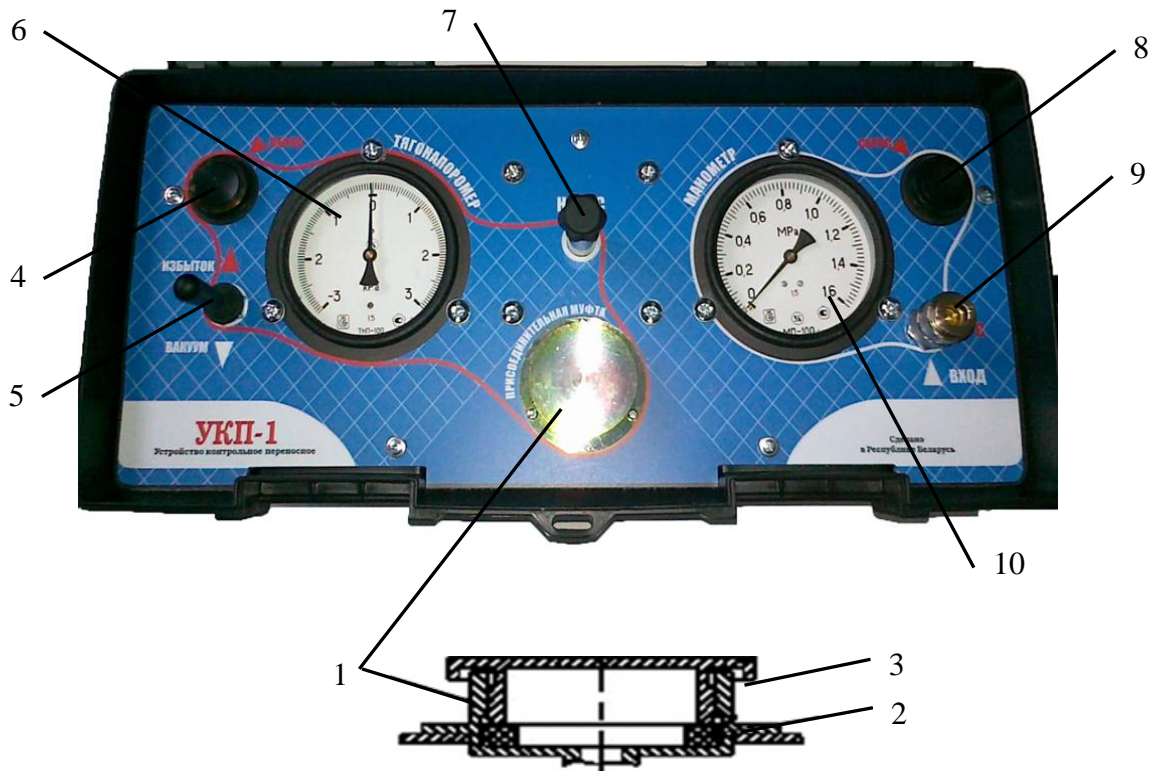

Рис. 2. Панель управления контрольно-измерительного блока.
В корпусе размещен контрольно-измерительный блок. Органы управления блоком, контрольно-измерительные приборы и устройства подключения к блоку (муфта присоединительная и быстроразъемное соединение) вынесены на панель управления (рис. 2). На панели размещены: соединительная муфта 1 (резьба М 45×3) с уплотнительным кольцом 2 и заглушкой 3, кнопка сброса избыточного или вакуумметрического давления 4, рычаг переключения "избыток-вакуум" 5, тягонапоромера 6, рукоятка насоса 7, кнопка сброса редуцированного давления 8, быстроразъемное соединение (БРС) 9, манометр редуцированного давления 10.
Исходное положение стрелки тягонапоромера **6** (рис. 2) должно соответствовать «0» (**нормой считается нахождение стрелки в черном секторе нуля**).
2.2.2. Контроль собственной герметичности устройства (см. рис. 2)
2.2.3. Контроль устройства на герметичность при вакуумметрическом давлении (см. рис. 2)
Для сброса давления в блоке низкого давления вместо кнопки сброса 4 (рис. 2) можно использовать рычаг переключения 5, переводя его в любое из положений («избыток» или «вакуум»).
В случае «зависания» стрелки тягонапоромера необходимо нажать и удерживать кнопку сброса 4 (рис. 2) до начала движения стрелки.